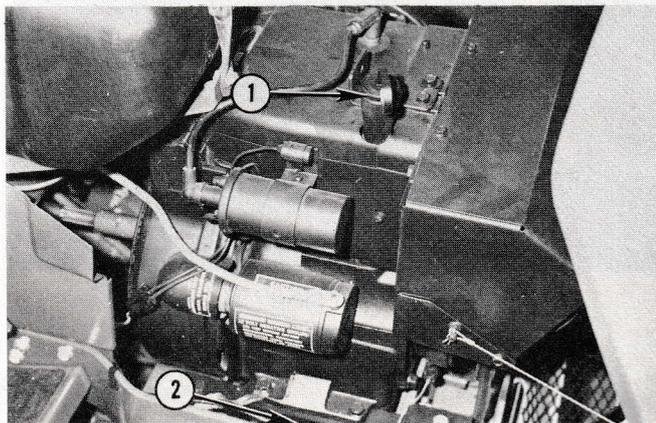

Fig. 8 – Carter d'huile du moteur
1. Sortir la tige-jauge (N° 1, Fig. 8), l'essuyer avec un chiffon propre, puis la remettre dans l'orifice de remplissage, en la poussant à fond. L'enlever de nouveau et vérifier le niveau d'huile. Si le niveau n'est pas au repère "maxi", ajouter de l'huile jusqu'à ce point-là. N'utiliser que des huiles recommandées dans la section "Graissage". **NE PAS TROP REMPLIR.** Quand le niveau d'huile est normal, la tige-jauge indique un niveau d'huile trop haut après l'arrêt du moteur. Essuyer la tige-jauge et la remettre en place, puis vérifier de nouveau le niveau d'huile.